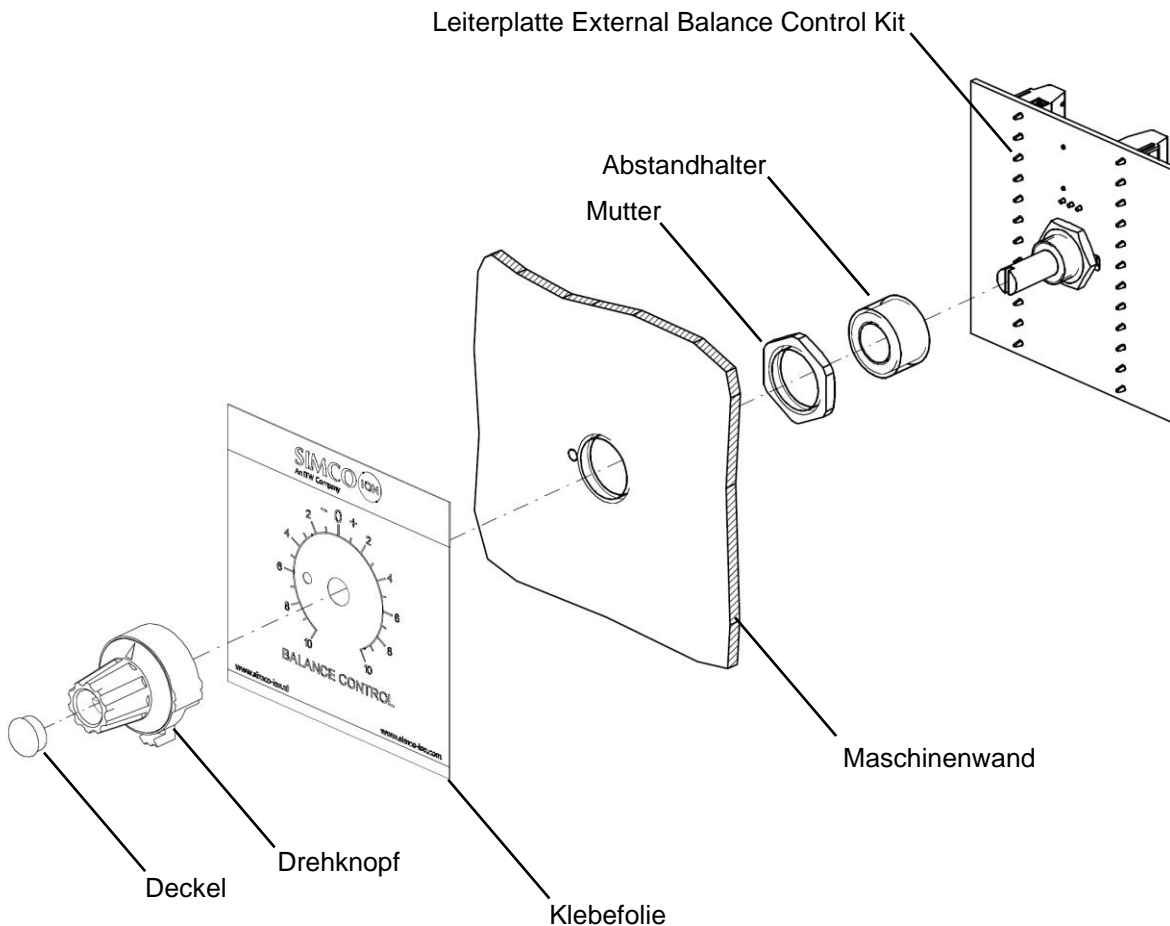

Abbildung 4, Montage External Balance Control Kit MPM
- Montieren Sie das Control Kit mit dem mitgelieferten Montagematerial, wie in Abbildung 4 dargestellt, hinter der Maschinenwand. Das Control Kit kann nun anschlussfertig verdrahtet werden (siehe Kapitel 5.3).